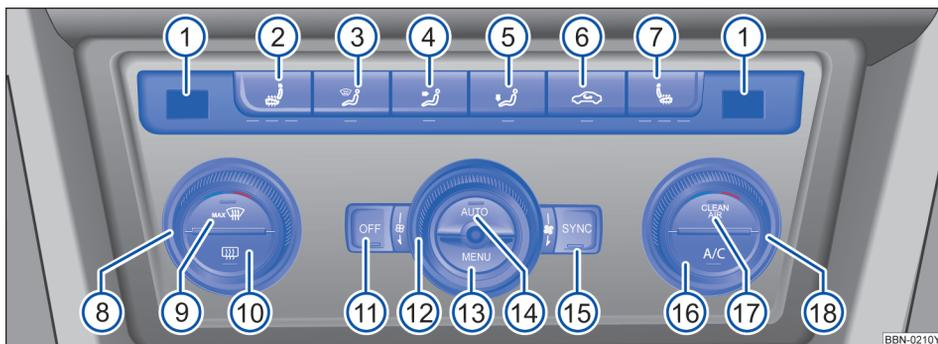

图 103 中控台上方：自动空调的操作元件
– 转动温度调节开关 ⑧ 或 ⑱ → 图 103，即可设定驾驶员侧或前排乘员侧的温度并通过 ① 显示设定的温度。
– 按压按钮 ② 至 ⑦ 之间的某个按钮即可启动相应功能。开启某项功能后按钮内的指示灯随之亮起，再按一下该按钮，该功能即被关闭。